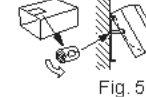

Fig. 5
- 6) Umieścić wąż spustowy w przepustcie ściennym (C), po czym zawiesić górną część jednostki wewnętrznej na płycie montażowej (1). Następnie przesunąć jednostkę wewnętrzną całkowicie w lewo, aby ułatwić umieszczenie rur w jej tylnej części.
- 7) Wyciąć kawałek tektury z opakowania kartonowego, zwinąć, zamocować na tylnym występie i wykorzystać jako element dystansowy do podniesienia jednostki wewnętrznej. (Fig. 5)